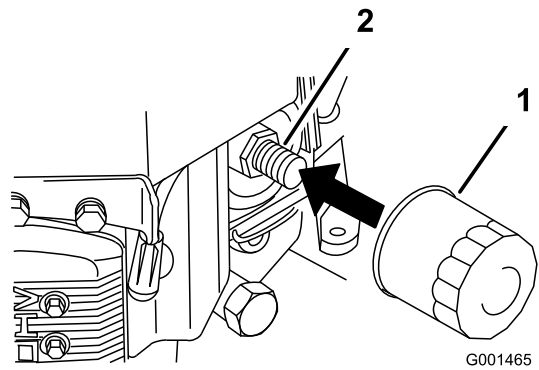

Figure 24
2. Retirez le filtre usagé (Figure 24).
3. Appliquez un mince film d'huile neuve sur le joint en caoutchouc du filtre de rechange (Figure 24).
4. Posez le filtre à huile de rechange sur l'adaptateur, tournez le filtre dans le sens horaire jusqu'à ce que le joint en caoutchouc touche l'adaptateur, puis serrez le filtre de 3/4 de tour supplémentaire (Figure 24).